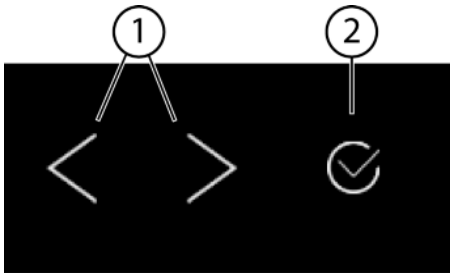
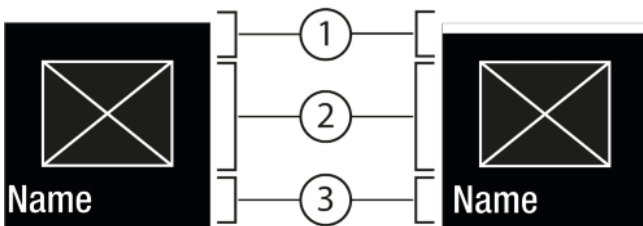
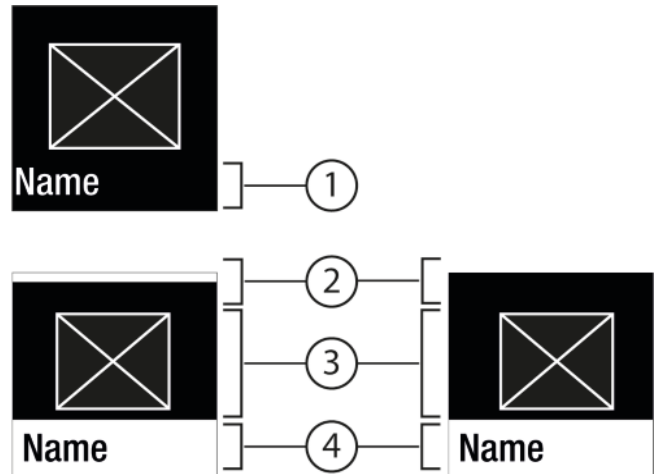

Fig. 5
Fig. 6
Fig. 7
- (1) Săgeată pentru navigare stânga / dreapta (2) Confirmare
Săgeată pentru navigare stânga / dreapta Fig. 5 (1):
Confirmare Fig. 5 (2):
- Navigați cu săgeata pentru navigare stânga / dreapta Fig. 5 (1).
- Cu Confirmare Fig. 5 (2) activați Fig. 6 (1) / dezactivați Fig. 6 (1) funcția / setare.
- Cu Confirmare Fig. 5 (2) apăsați Submeniul Fig. 7 (4).
- Setări valoarea nouă: Cu Confirmare Fig. 5 (2) selectați o valoare dezactivată Fig. 6 (1).
- Înapoi în meniu: Cu Confirmare Fig. 5 (2) selectați valoarea activată Fig. 6 (2) deja.
- ▶ Apăsați săgețile pentru navigare Fig. 5 (1) până când este afișată funcția .
- ▶ Apăsați Confirmare Fig. 5 (2).
- ▶ Apăsați săgețile pentru navigare Fig. 5 (1) până când se afișează funcția.
- ▶ Cu săgețile pentru navigare Fig. 5 (1) selectați valoarea de setare.
- ▷ Starea: activată Fig. 6 (1) apare scurt în submeniu Fig. 7 (4).
- ▶ Apăsați săgețile pentru navigare Fig. 5 (1) până când se afișează setările
- ▶ Apăsați săgețile pentru navigare Fig. 5 (1) până când se afișează setarea dorită.
- ▶ Apăsați Confirmare Fig. 5 (2) timp de 3 secunde.